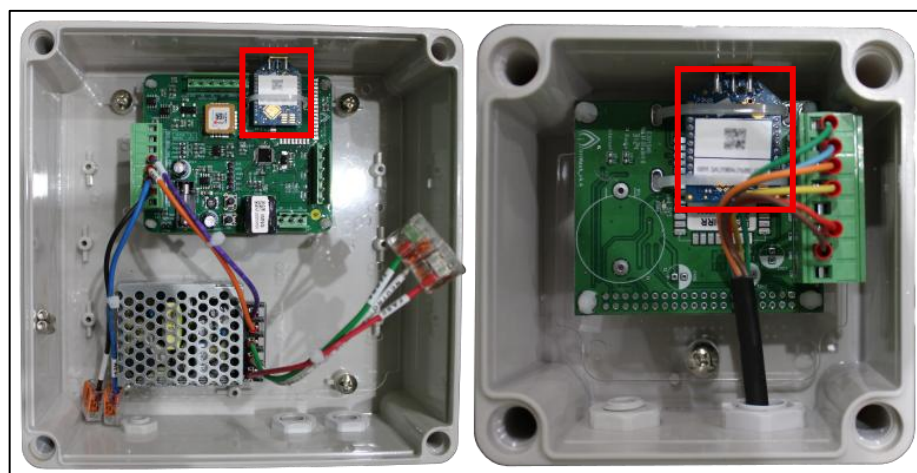

Figura 28 - Etiqueta do módulo Xbee do GPS e do Irrimesh.
B. Na primeira página (1/2), acesse o campo “GPS” e preencha-o com o número de série (ID) do rádio do GPS, utilizando os caracteres disponíveis na tela.
O número de série (ID) do rádio do GPS está disponível na etiqueta fixada no módulo XBee no interior do equipamento, conforme apresentado na Figura 28.